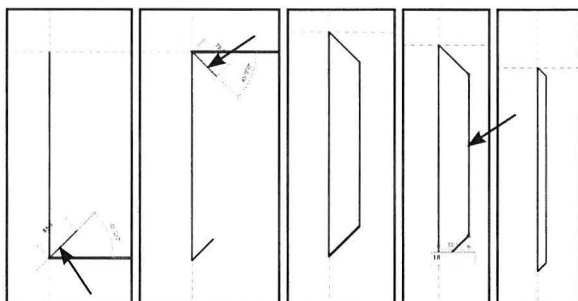

Fig. 14.21. Fig. 14.22. Fig. 14.23. Fig. 14.24. Fig. 14.25.
- Tegn på højre side af indsættelsespunktet og nedad 450 mm (Fig. 14.21).
- Tegn en 45 graders skrå linie opad mod højre (Fig. 14.21). Længden af linien er ikke vigtigt lige nu.